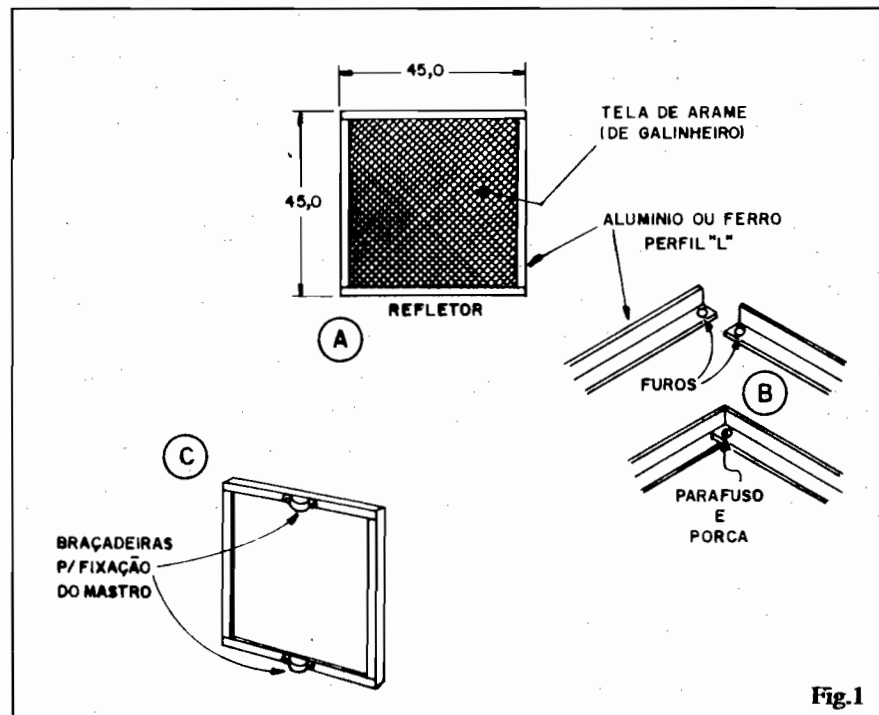

Fig.1
- **FIG. 1** A primeira parte da antena de UHF a ser confeccionada é o REFLETOR. Não passa de um quadro formado por barras metálicas (ferro, ou - preferivelmente - alumínio) com perfis em "L" (1 a 1,5cm. de lado), determinando uma medida final de 45 x 45cm. (fig. 1-A). No item B da figura é mostrado o método de fixação dos cantos do quadrado: basta furar as duas extremidades dos perfis "L" e juntá-los com parafuso e porca. O quadro/refletor deverá ser então "preenchido" com tela de arame (pode ser "quadrada", de arame grosso, ou sextavada, de arame mais fino, exatamente do tipo usado para "fechar galinheiro"...). Por uma questão de resistência e durabilidade, convém que a tela seja de arame galvanizado, porém, se isso não for possível, não "esquente" (protegeremos a tela pintando-a, de pois da antena totalmente montada...). A fixação da tela ao quadro/refletor pode ser feita por qualquer método: parafuso pequenos a intervalos regulares ao longo das laterais, grampos, solda (se o quadro for de ferro...), etc. No centro de laterais opostas do quadro/refletor (fig. 1-C) deverão ser fixadas (também com parafusos, através de furos convenientemen-